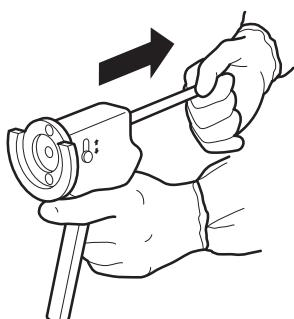

図1
- ラムを回してドライブシステムを外してから、ディスクがセメントガンの本体で止まるまでラムを引き戻します(図1)。